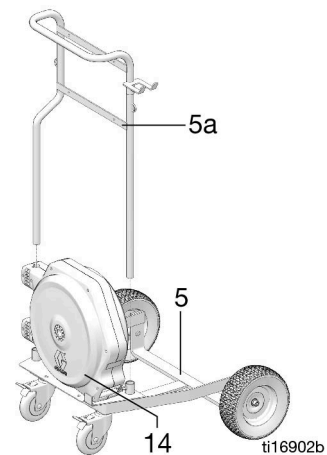

図 30
1. ホースリール(14)を、以下で示されているように、カートフレーム(5)の位置に合わせます：図 30。
2. ハンドルサブアセンブリ(5a)をカートフレーム(a)に取り付けます(図 30)。